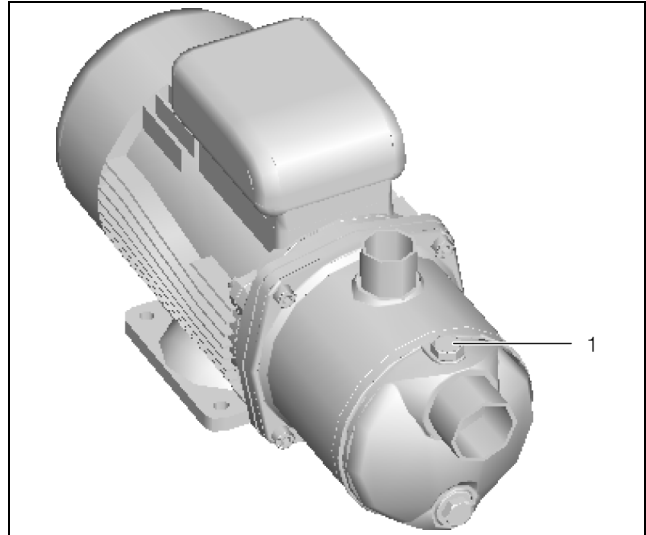

Abb. 33: Kühlmediumpumpe entlüften
- Entlüften Sie die Kühlmediumpumpe (im Stillstand), indem Sie die Entlüftungsschraube (Abb. 33, Pos. 1) ein wenig lösen.